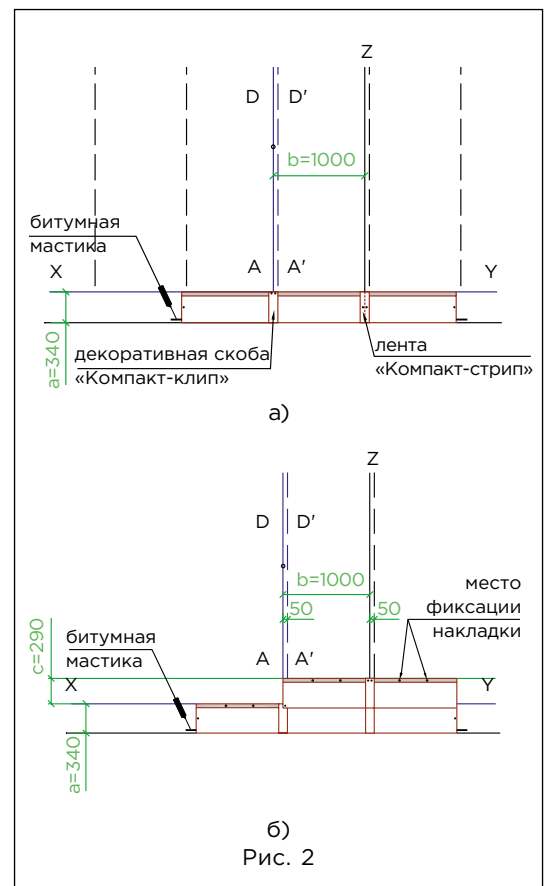

Рис. 2
Укладка материала (рис. 2)
- укладка черепицы начинается от линии AD, при этом ее верхний край выравнивается по линии XY (рис. 2а);
- листы первого ряда укладываются встык и фиксируются двумя гвоздями по центру коротких сторон на расстоянии 20 мм от края (рис. 2а);
- правая сторона скобы «Компакт-клип» выравнивается по линии A'D' и фиксируется двумя гвоздями через специальные отверстия (рис. 2а);
- листы второго ряда черепицы укладываются от линии AD, их нижний край выравнивается по линии, параллельной XY; каждый лист фиксируется двумя гвоздями в 25 мм от нижней стороны; стыки закрываются декоративными скобами «Компакт-клип», которые также фиксируются двумя гвоздями (рис. 2б);
Каждый лист закрепляется 5 гвоздями в штатных местах и 2 гвоздями для крепления «Компакт-клип», в соответствии с рекомендациями, приведенными выше (рис. 2б). При укладке материала на скатах с уклоном более 60° каждый лист дополнительно фиксируется двумя гвоздями в верхней части (рис. 2б). Ендовы, места соединения кровельного покрытия с медными фартуками, мансардными окнами и т.п. должны быть тщательно обработаны битумной мастикой (картриджи/металлические банки). При применении мастики в банках используется шпатель. Мастика наносится полосами шириной 20-30 мм и интервалом 15-20 мм. Толщина слоя — не более 0,5-1 мм. Увеличение расхода мастики не ведет к улучшению склеивания и может нанести вред склеиваемым поверхностям!